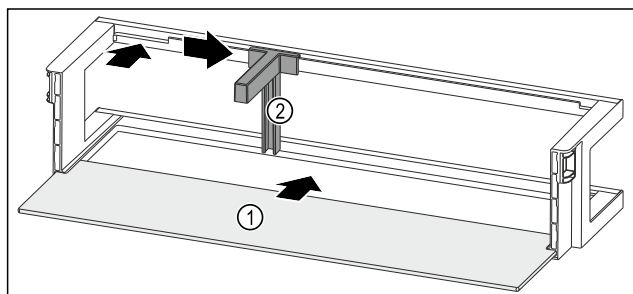

Fig. 131 Półka w drzwiach z półką
- ▶ Wsunąć półkę Fig. 131 (1) w boczne wycięcia.
- ▶ Włożyć uchwyt butelek Fig. 131 (2) do zagłębienia.
- ▶ Przesunąć uchwyt butelek Fig. 131 (2) na wybraną pozycję na bok.